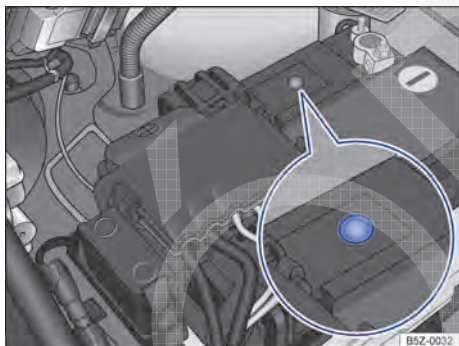

Fig. 130 No compartimento do motor: exemplo de posição do visor no lado superior da bateria do veículo.
- O visor redondo → Fig. 130 na parte superior da bateria do veículo muda de cor conforme o nível do eletrólito.